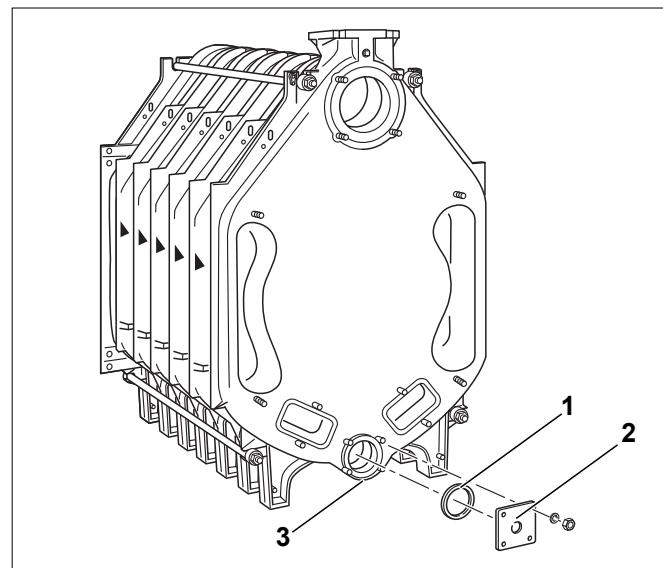

Рис. 26 Установка фланца
- ▶ Закройте спереди и сзади нижнюю ступицу котла (рис. 26, [3]). Для этого нужно уложить соответствующее уплотнение (рис. 26, [1]) на ступицу котла и установить глухой фланец со стороной 110 мм. Фланец с резьбовым отверстием ($R \frac{3}{4}$) для наполнения и слива (рис. 26, [2]) устанавливается на задней стороне котла.